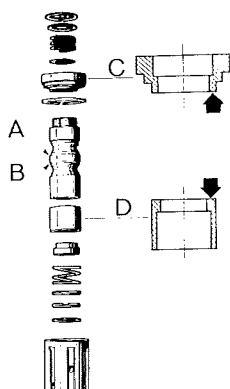

Fig. 151.
Dans le cas où l'on constate que la direction est dure uniquement à droite ou à gauche cela signifie que l'une des deux arrêtes du distributeur (fig. 151) est partiellement usée.
- Usure de l'arrête supérieure du distributeur (A fig. 151).
Il est nécessaire d'usiner du matériel de la flasque (C fig. 151) à l'endroit indiqué par la flèche de façon à diminuer avec épaisseur de 0,3 mm. En augmentant ainsi la course du distributeur de façon à couvrir l'espace par lequel l'huile passait.
— **Usure de l'arrête inférieure du distributeur (B fig. 151).**
Il est nécessaire d'enlever du matériel de la bague (D fig. 151) à l'endroit indiqué par la flèche en diminuant ainsi l'épaisseur de 0,3 mm.
Si après avoir effectué cette modification, le braquage à droite ou à gauche est encore dur il est nécessaire de remplacer les pièces représentées à la fig. 151.